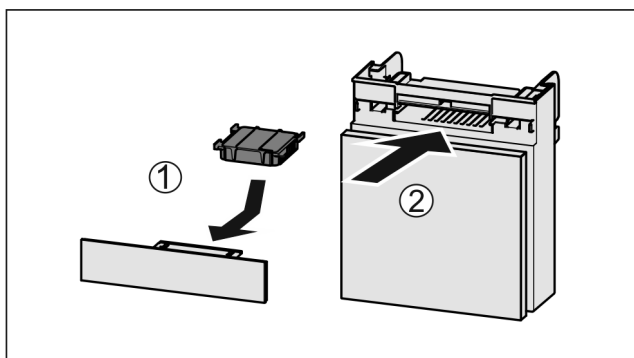

Fig. 97
- ▶ Insérer le filtre à charbon actif d'après le schéma Fig. 97 (1).
- ▶ Insérer le compartiment Fig. 97 (2).